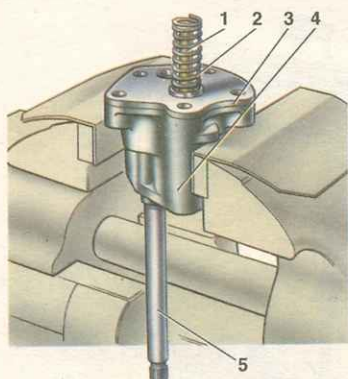

Рис. 3.70. Разборка масляного насоса: 1 – редукционный клапан; 2 – пружина; 3 – крышка; 4 – корпус; 5 – валик
- снимите крышку 3 (рис. 3.70) корпуса насоса и выньте из корпуса валик насоса с ведущей шестерней и ведомую шестерню.
– после запрессовки втулки должны быть окончательно обработаны и доведены по внутреннему диаметру (размеры даны на рис. 3.70). Чтобы обеспечить полную соосность втулок вала, для их доводки применяется развертка А.90353, которой одновременно обрабатываются обе втулки.